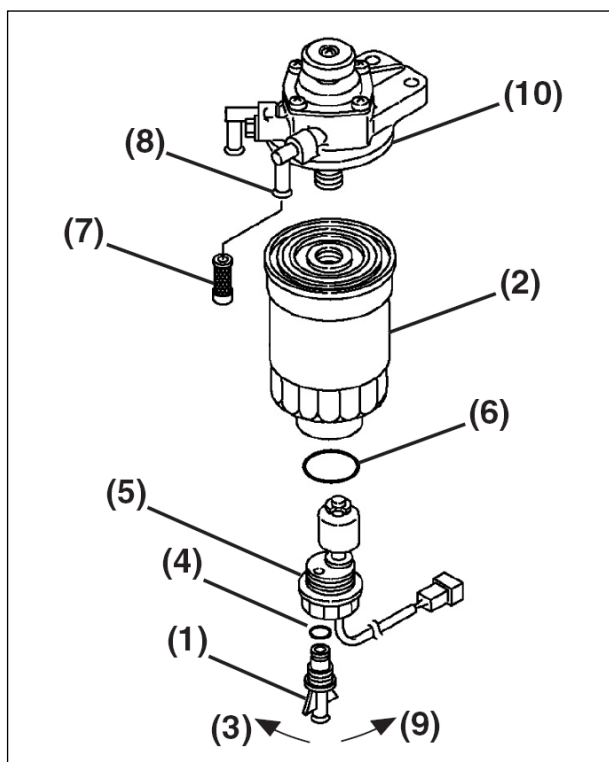

Figura 5-15
5. Deschideti cu grija mufa de drenaj (Figura 5-15, (1)) ca sa scoateti combustibilul din filtru.
7. Scoateti mufa de drenaj (Figura 5-15, (1)) din filtrul combustibilului (Figura 5-15, (2)) rotind spre stanga (Figura 5-15, (3)).
8. Verificati starea inelului O al mufei de drenaj (Figura 5-15, (4)). Inlocuiti inelul O daca este distrus.
10. Scoateti ansamblul senzorului filtrului de combustibil (Figura 5-15, (5)) rotind spre stanga (Figura 5-15, (3)).
11. Scoateti cu grija filtrul de combustibil coaxial (Figura 5-15, (7)) din racord de iesire (Figura 5-15, (8)) care face legatura cu pompa de injectie a combustibilului.
13. Instalati cu grija noul filtrul de combustibil coaxial (Figura 5-15, (7)) in racordul de iesire (Figura 5-15, (8)).
14. Instalati cu grija ansamblul senzorului filtrului de combustibil (Figura 5-15, (5)) in noul filtru de combustibil, folosind noul inel O prevazut cu filtrul de combustibil (Figura 5-15, (2)) rotind ansamblul senzorului filtrului de combustibil spre dreapta (Figura 5-15, (9)).
15. Instalati mufa de drenaj (Figura 5-15, (1)) pe noul filtru de combustibil (Figura 5-15, (3)) rotind mufa de drenaj spre dreapta (Figura 5-15, (8)). Strangeti cu mana.
16. Curatati suprafata de montare a filtrului de combustibil (Figura 5-15, (10)) si introduceti o cantitate mica de combustibil diesel in garnitura de etansare a noului filtru.